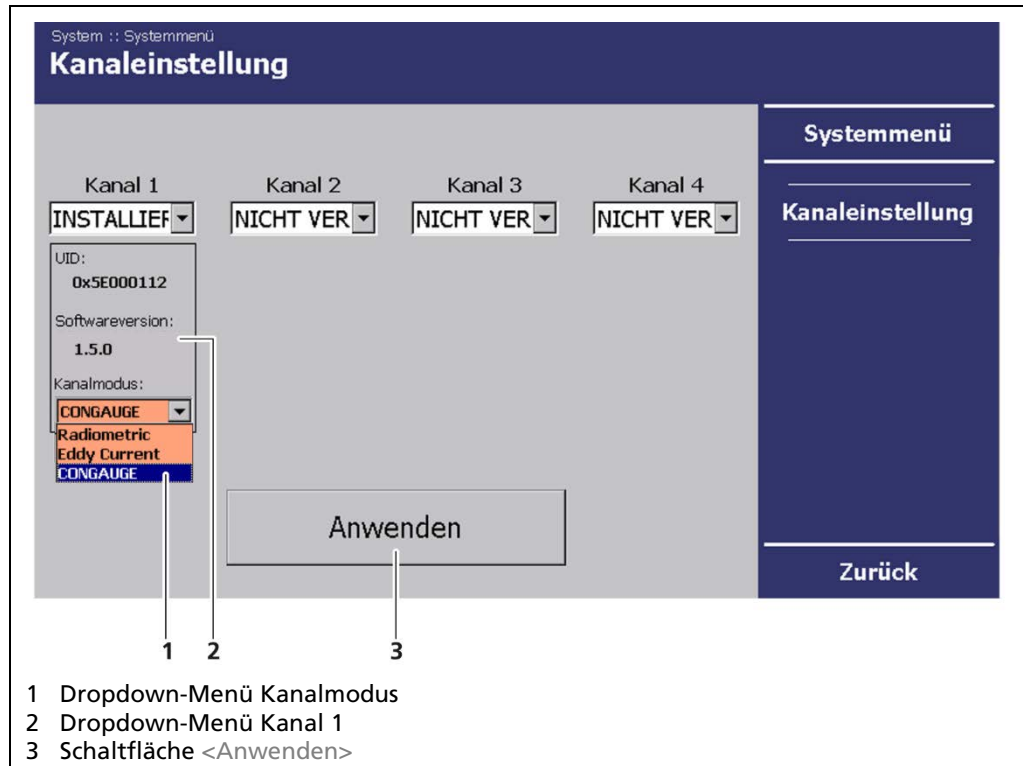

Abb. 7 Menü "Kanaleinstellung"
- ▶ Stellen Sie im Dropdown-Menü den "Kanalmodus" (Messmethode) auf "CONGAUGE" (Abb. 7, Pos. 1).